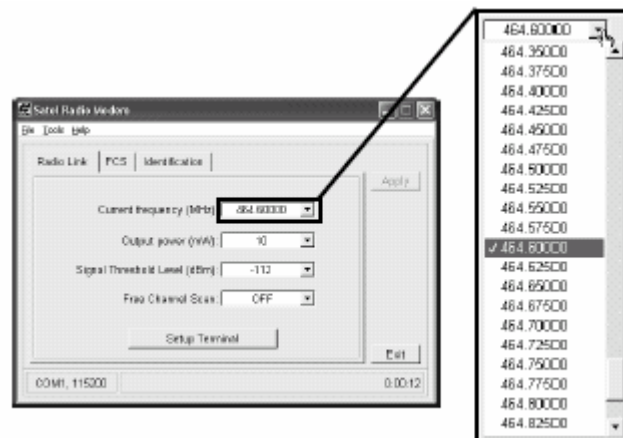

Figura 2-21. Selección de la frecuencia
2. Seleccione una frecuencia de la lista (Figura 2-21). Use las mismas frecuencias en ambos receptores.